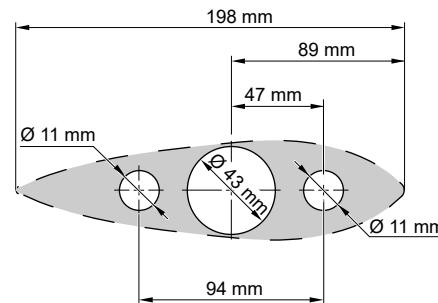

Fig. 9: Dimensiones
1. Perfore tres orificios para el montaje del pod en el casco del barco, véase "Fig. 9: Dimensiones".